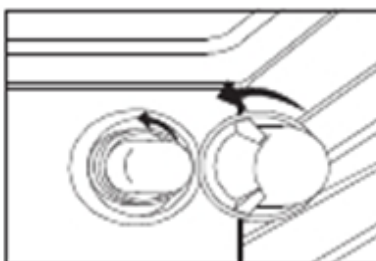

Figure 36
- Veuillez enlever le couvercle de verre en le tournant dans le sens contraire des aiguilles d'une montre. (Voir la figure 36)